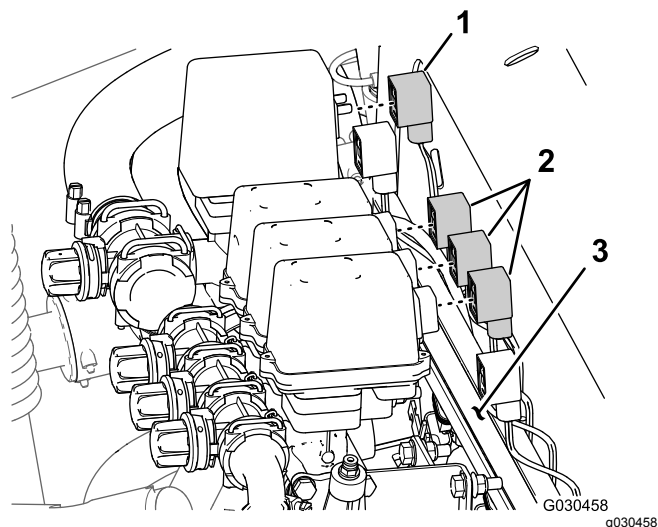

Figura 55
2. Nella parte posteriore del supporto del collettore, scollegate il connettore a 3 prese dalla valvola dell'agitatore e i connettori a 3 prese dalle 3 valvole della sezione delle barre (Figura 55).